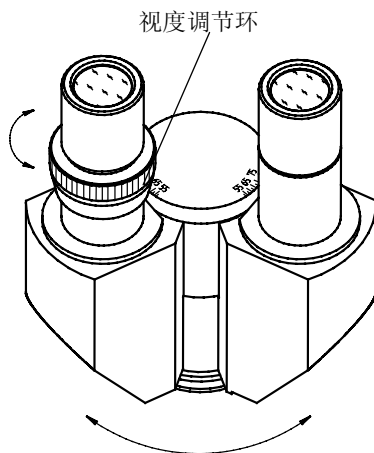

图 4
3. 视度与瞳距调节 (图 4)
- 2) 适当的瞳距能带来舒适的观察效果。瞳距的调节通过双目镜筒的“折叠”来实现(参照图 4)。